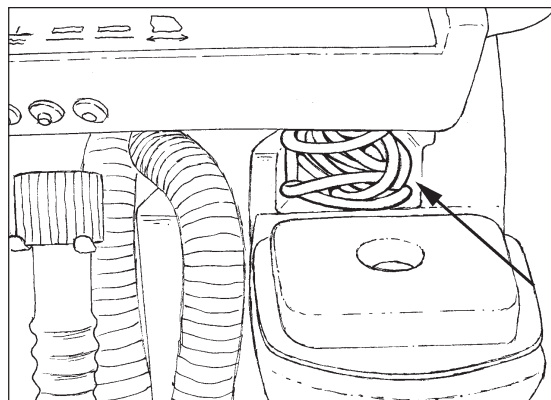
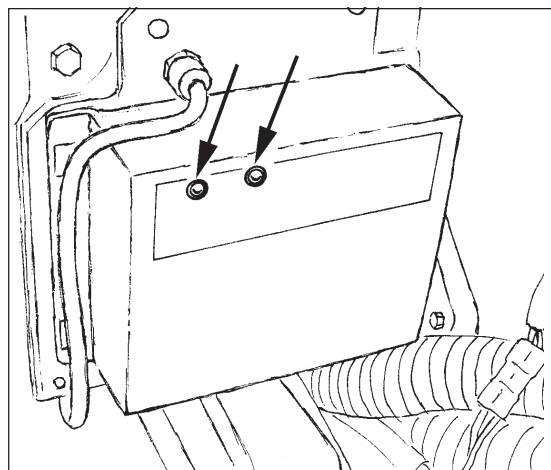

Figure 16
Figure 17
5. Les modèles Focus 17/20 est équipé d'un chargeur intégré placé derrière le réservoir de récupération (Voir Figure 17). Le chargeur est un chargeur 3 à étapes conçu pour maximiser la durée de vie de la batterie. Le câble d'alimentation CA au chargeur intégré est situé dans son compartiment de rangement au-dessous de la poignée de commande à l'arrière de la machine (Voir Figure 16). Tirez le câble du compartiment de rangement.
- Étape d'Absorption** - À l'étape d'absorption, les voyants rouge et vert seront illuminés sur le chargeur (Voir Figure 17). Pendant cette étape, le chargeur maintient une tension constante et laisse les batteries absorber la charge à leur vitesse propre.
- Étape de Stabilité et de Maintenance** - À l'étape de maintenance, le voyant rouge s'éteint et seul le voyant vert sera illuminé sur le chargeur (Voir Figure 17). Pendant cette étape, le chargeur applique une tension plus faible et étroitement régulée afin de maintenir une charge complète et d'empêcher que les batteries se déchargent. Les batteries peuvent être connectées indéfiniment sans risquer de s'abîmer.
- Débranchez le câble d'alimentation du chargeur de la prise murale avant d'alimenter le panneau de commande sur la machine. Rangez le câble d'alimentation du chargeur dans le compartiment de rangement placé au-dessous de la poignée de commande (Voir Figure 16).